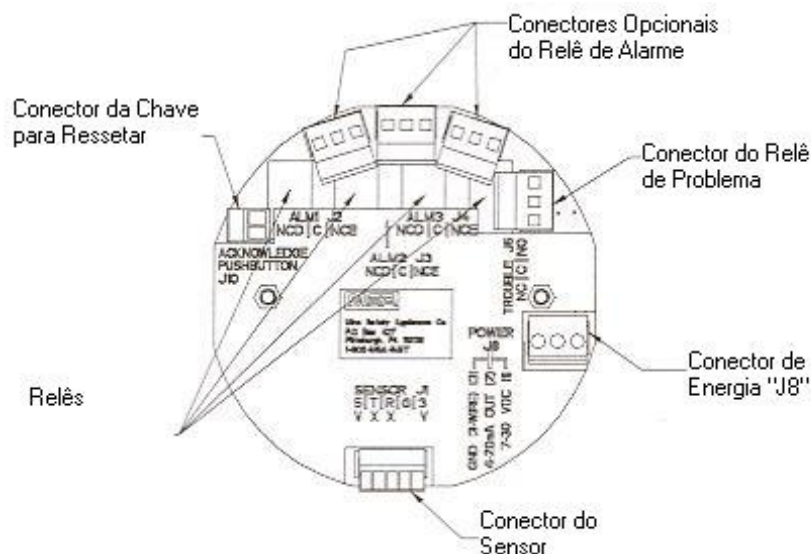

Figura 1-9. Placa do Circuito
2. Conecte a tampa de energia de 7 a 30 VCC no J8-1 (Veja Figura 1-9).